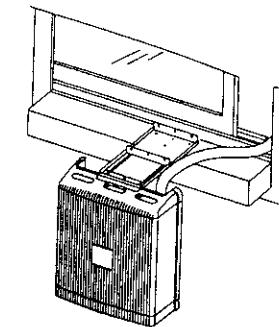
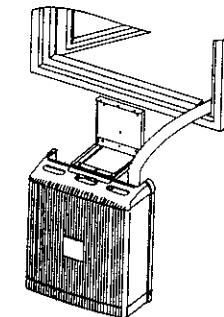

Bild 5. Einheit an einer Fensterbank befestigt
Bild 6. Einheit an einer Wand befestigt
Ein Halter für die Montage der Außeneinheit, ermöglicht die Montage an einer Fensterbank (Bild 5) oder an einer Wand (Bild 6).
1. Schieben Sie den Handgriff über den Schiebeausleger der Befestigungsgarnitur (2, Bild 5 und 6).
2. Für Fenstermontage (Siehe Bild 5), legt man das starre Tragblech (3) auf die Fensterbank, bohrt drei Löcher in die Fensterbank und befestigt das Tragblech fest mit den drei Schrauben.
- Für Wandmontage - siehe Bild 6, hält man das starre Trageblech (3) gegen die Wand, bohrt drei Löcher in die Wand und befestigt es drei Schrauben. Vergewissern Sie, daß das Tragblech waagerecht angebracht ist.